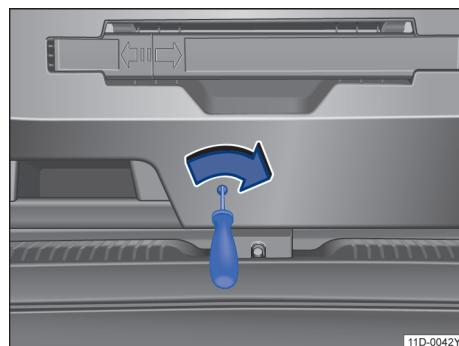

图 56 行李厢盖应急解锁
- 用长型工具插入槽口沿箭头方向拨动行李厢盖→ 图 56 应急解锁装置，同时将行李厢盖向外推，直到其打开。